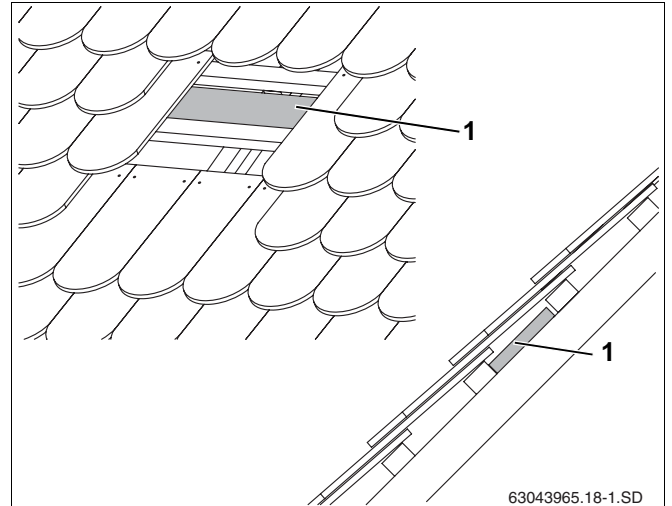

Bild 16 Montera bräda/planka om nödvändigt
Beroende på takhakarnas position måste eventuellt tillräckligt bäråliga brädor/plankor (bild 16, **pos. 1**) användas på takstolarna (lämna ströläkt) för montering av takhakarna mellan takstolarna.